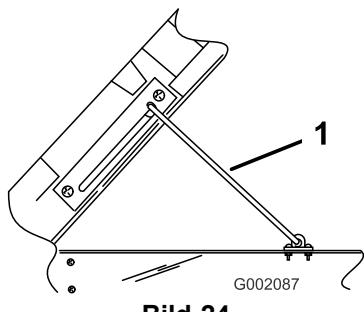

Bild 24
- Ziehen Sie die Stützstange in die Auskerbung, um die Staubox zu befestigen (Bild 24).